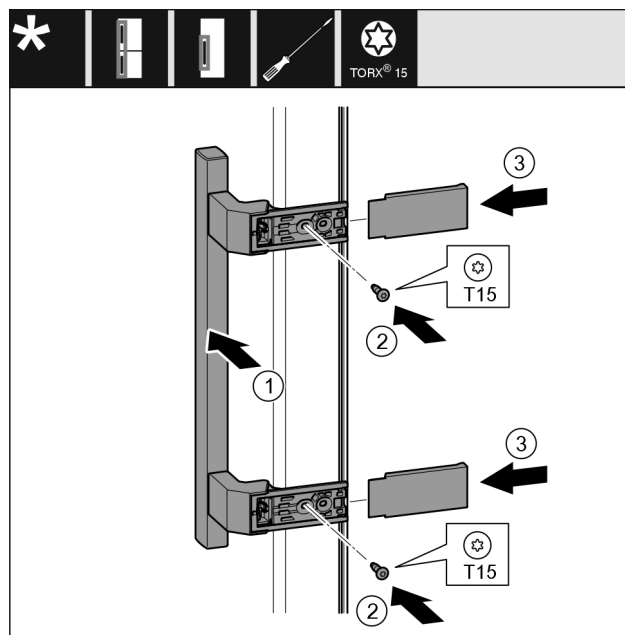

Fig. 22
- ▶ Applicare la maniglia Fig. 22 (1) sul lato opposto.
- ▶ Stringere le viti Fig. 22 (2) con un cacciavite.
- ▶ Applicare le coperture Fig. 22 (3) lateralmente e spingerle in sede.